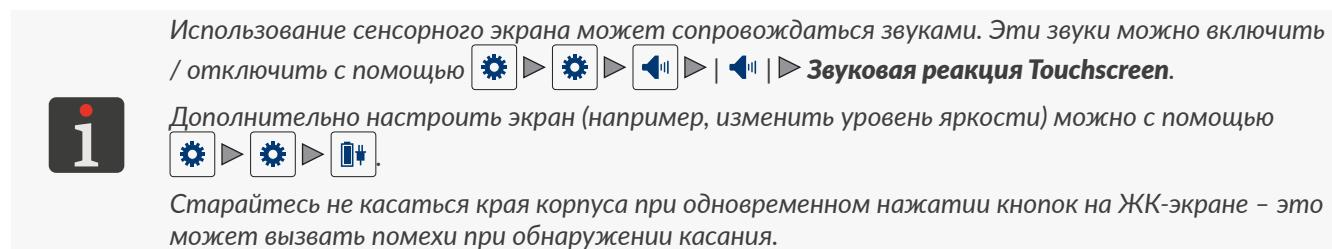

Рис. 10.
<ul style="list-style-type: none"> - Переключение между окном проекта B (см. Рис. 10 на странице 30) и окнами основных параметров печати C в главном окне. Активное окно обозначено черной рамкой. - Активация блокировки ЖК-дисплея (путем длительного удержания клавиши).
- Выбор следующего проекта для печати в рамках одной папки в окне проекта **B** (см. Рис. 10 на странице 30).
- Выбор предыдущего проекта для печати в рамках одной папки в окне проекта **B** (см. Рис. 10 на странице 30).